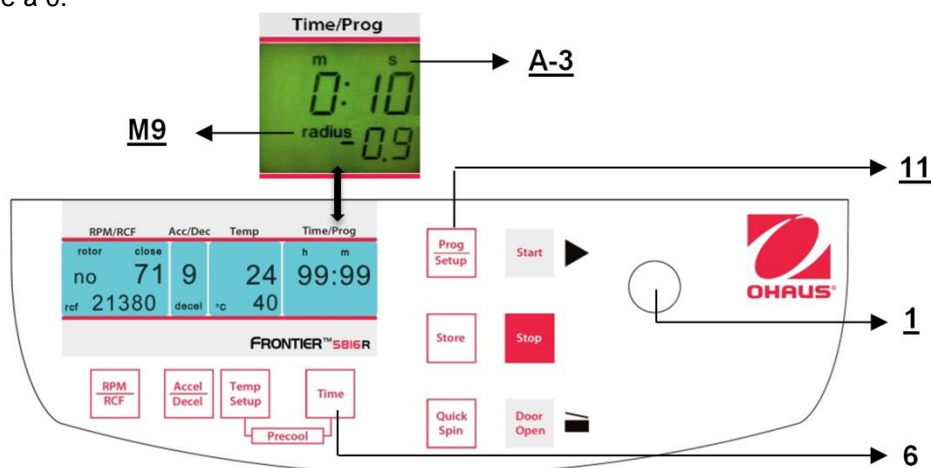

Figure. 21
Fermer le couvercle et maintenir ensuite appuyées les touches **"Time"** (6) (voir la figure 21) et **"Prog/Setup"** (11). Sur l'affichage **"Time/Prog"** (A-3), le mot **"radius"** (M9) apparaît. Avec le bouton de réglage (1), l'utilisateur peut présélectionner des corrections du rayon (voir Tableau 7, ANNEXE) par incrément de 0,1 centimètre. Après avoir défini une correction du rayon, le mot **"radius"** (M9) apparaît. Ce mot sera visible jusqu'à ce que la correction du rayon soit revenue à 0.